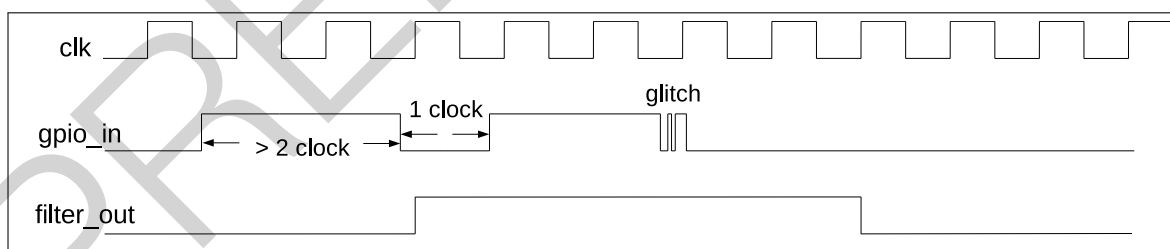

图 5-5. GPIO 输入信号滤波时序图
2. 可选：置位 `IO_MUX_GPIO $n$ _FILTER_EN` 使能 GPIO 管脚的输入信号滤波功能，如图 5-5 所示。只有当输入信号的有效宽度大于两个时钟周期时，输入信号才会被采样。否则，输入信号将会被滤掉。